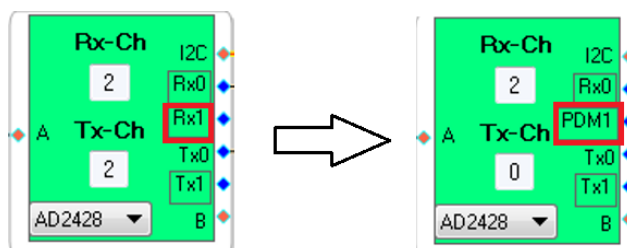

図 3. AD2428W のピン機能を DRX1 から PDM1 に変更
5. AD2428W の DRX0/IO5 ピンと DRX1/IO6 ピンはマルチプレクスされ、I2S/TDM 受信機能 (デフォルト) または PDM 入力 (それぞれ PDM0 および PDM1) をサポートします。図 3 に示すように、PDM 機能は SigmaStudio GUI を使用して有効化するようにしてください。